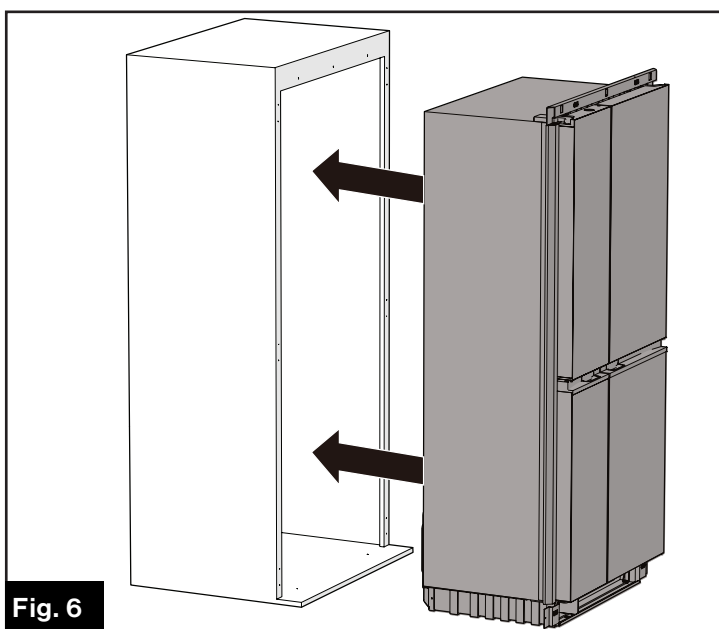
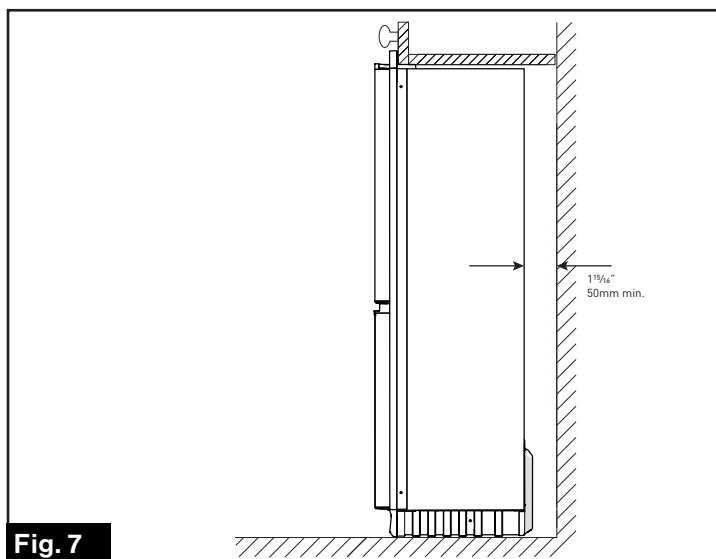

Fig. 6
Fig. 7
5. Coloque el refrigerador completamente dentro del gabinete. (Fig. 6) Asegúrese de dejar un espacio mínimo de 1⁵/₁₆ " (50 mm) desde la parte posterior del refrigerador hasta el gabinete para una mejor circulación del aire. (Fig. 7)